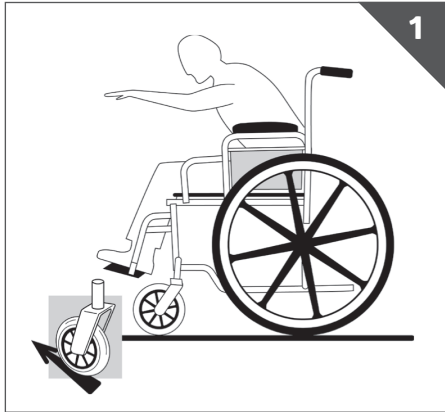

Fig. 1
- Al alcanzar hacia adelante, cerciórese de colocar las ruedecillas delanteras apuntando hacia adelante (Fig. 1). Esto extiende la base de las ruedas y contribuye a estabilizar la silla.